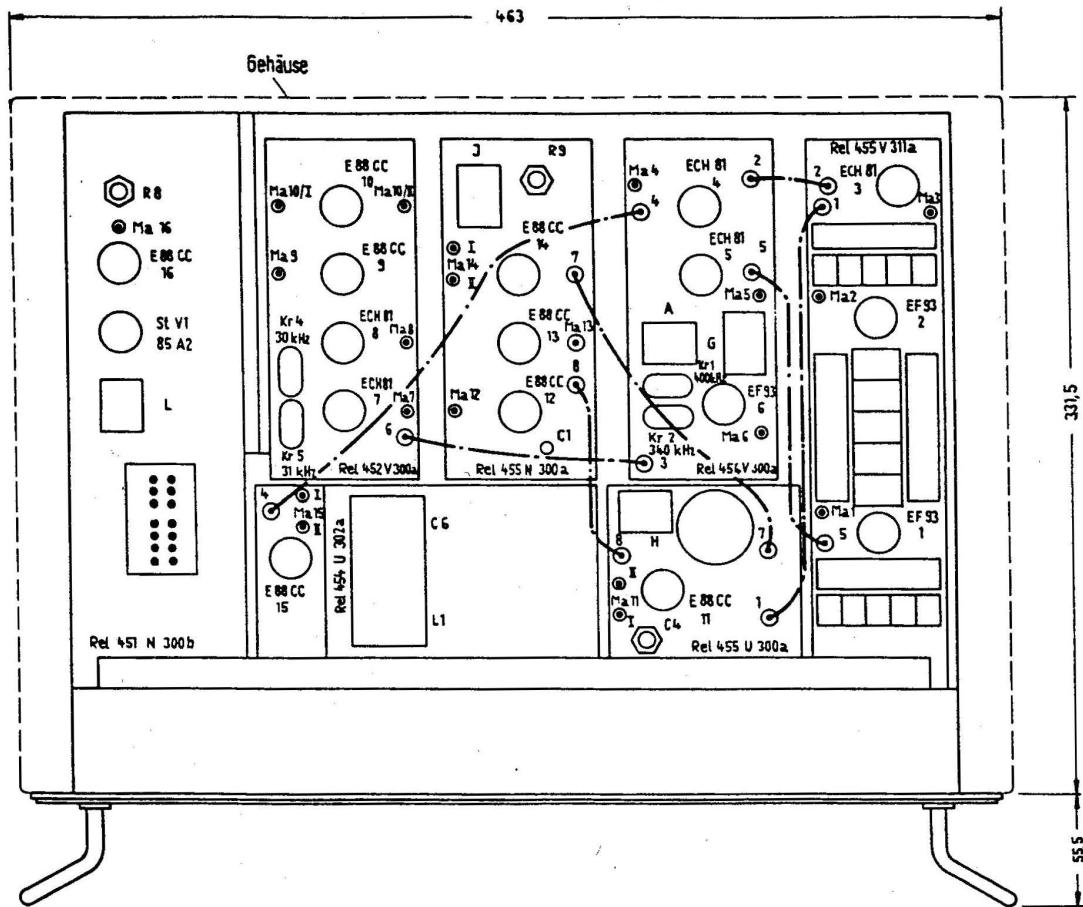

Bild 1 Anordnung der Baugruppen und der Meßanschlüsse
- (b) Sollte der angezeigte Wert um mehr als ± 3 V vom Sollwert +150 V abweichen, das Potentiometer R8 (Bild 1) entsprechend nachstellen. Hierbei beachten, daß eine Abweichung auch durch einen Anzeigefehler des Meßinstruments hervorgerufen werden kann.
- (a) Den betriebswarmen Empfänger vom Netz trennen, aus dem Gehäuse herausziehen, und das in der Buchse "5" des ZF-Verstärkers steckende Kabelende in die Buchse "Ma13" im Raster stecken (Bild 1). Der Eingangsstufe wird also jetzt nicht mehr das 400-kHz-Spektrum, sondern das 100-kHz-Spektrum zugeführt.
- (c) Mit einem Schraubenzieher den Trimmer C1 im Raster (siehe Bild 1) auf Schwebungsnull drehen. Sehr langsame Schwingungen lassen sich am Kontrollinstrument (Schalterstellung " U_{NF} ") beobachten.
- (b) L-Abgleich L1 (Bild 1) im Interpolator solange verändern, bis bei Seitenbandumschaltung Tongleichheit auftritt.
- (f) C-Abgleich C6 (Bild 1) solange verändern, bis bei Seitenbandumschaltung wieder Tongleichheit auftritt.